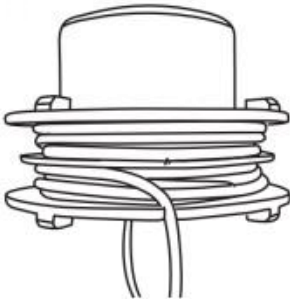

Fig. 67
4. Lassen Sie zum Schluss etwa 200 mm lang und stecken Sie die Drähte in die Schlitze , um sie zu fixieren. (Abb. 67)